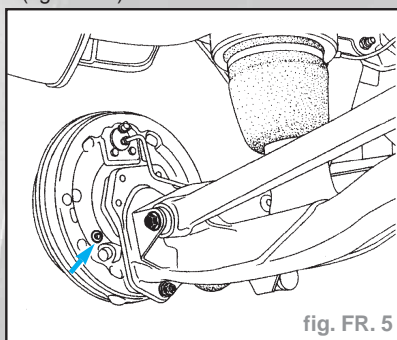

fig. FR. 5
- Mettre un tournevis en butée sur le levier de frein à main, pousser pour dégager son ergot du segment de frein (fig. FR. 5).